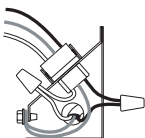

Figure 6
2. À l'aide de connecteurs adaptés, câbler le caisson d'extraction comme sur la Figure 6.